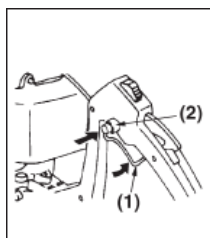

FIG. 2
2. Trageți maneta de accelerație și apăsați butonul de blocare pentru a seta maneta în poziția START. (Fig. 2)